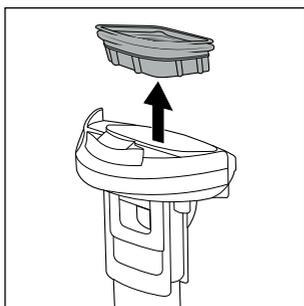

Fig. 24
- ◆ Fjern snavsfilteret **10** fra beholderen til snavsset vand **2** ved at tage fat i siderne med fingrene under snavsfilterets **10** pakning. Tag så snavsfilteret **10** ud af låget til beholderen til snavsset vand **9** oppefra (se fig. 24).